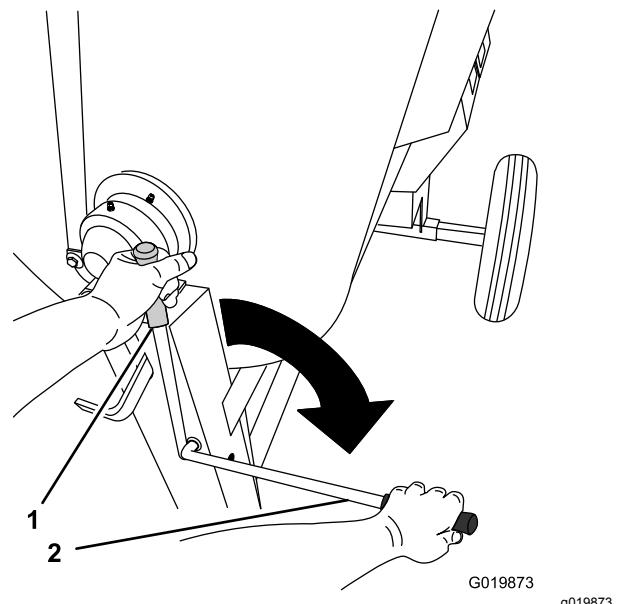

Figura 30
2. Mueva la palanca del embrague a la posición de **DESENGRANADO** (Figura 30).
5. Mueva la palanca del embrague a la posición de **ENGRANADO** (Figura 30).